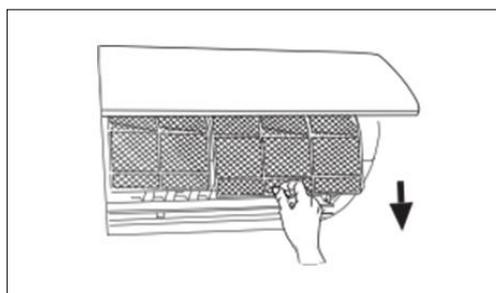

Figura 11-rimozione filtri
- Sfilare i filtri tirandoli verso il basso facendo attenzione a non romperli (Figura 11).